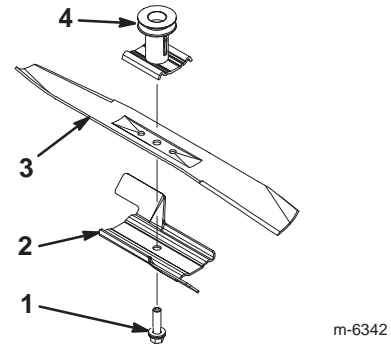

Figure 32
- Nehmen Sie die Messerschraube, Sicherungsscheibe, das Gaspedal und das Messer ab (Bild 32).